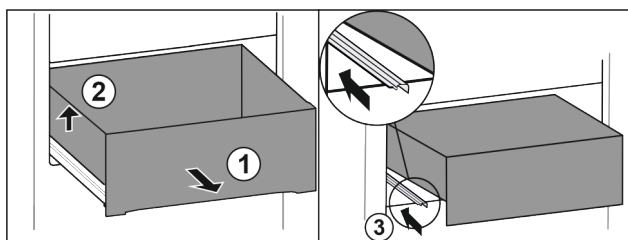

Fig. 106
- Vytáhněte zásuvku až na doraz. Fig. 106 (1)
- Nadzvedněte zásuvku vlevo. Fig. 106 (2)
- Zasuňte levou kolejničku. Fig. 106 (3)